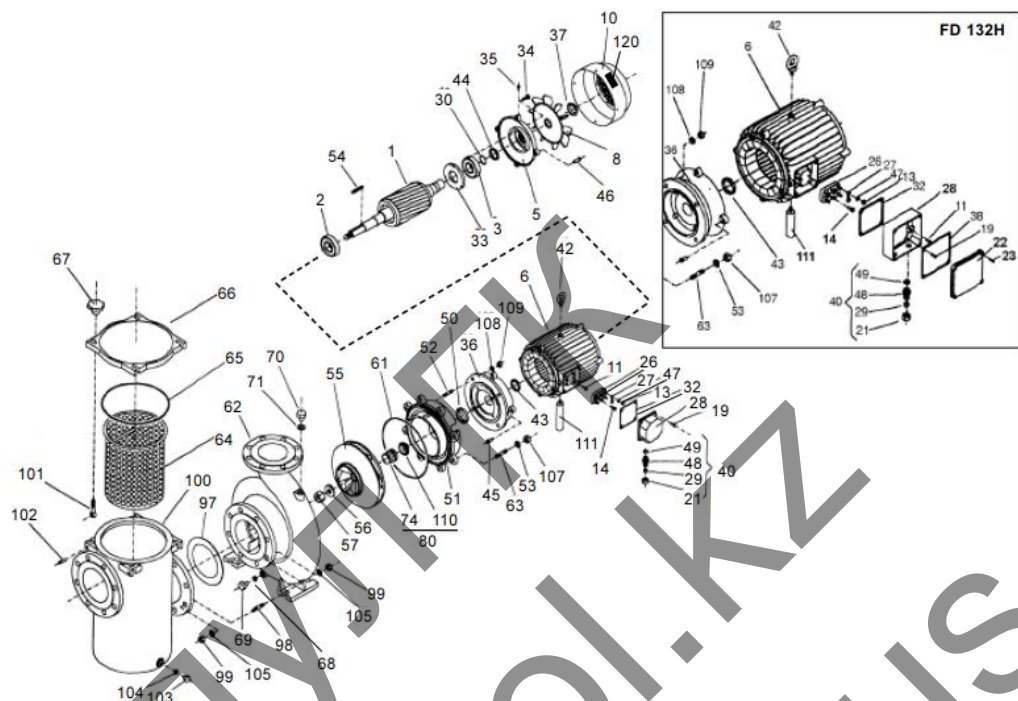

Рис. 3
- Ослабьте и отсоедините кабели питания на соединительной коробке (26) (рис.3).
Чтобы демонтировать и собрать насос, см. подробный чертеж. (рис.3). Чтобы извлечь двигатель из гидравлического кожуха (62), открутите винты (63,53,107), чтобы отделить одну часть от другой.
Для заказа запасных частей необходимо указать деталь, номер, указанный на чертеже (рис. 3) и модель насоса.
FD123-124-125-126-131-132 _____	Рис. 3 _ Стр. 5
FD325-326-127.1-128.1 _____	Рис. 3 _ Стр. 6
FD129.1-130.1 _____	Рис. 3 _ Стр. 7
FD133-134-135-136-137 _____	Рис. 3 _ Стр. 8